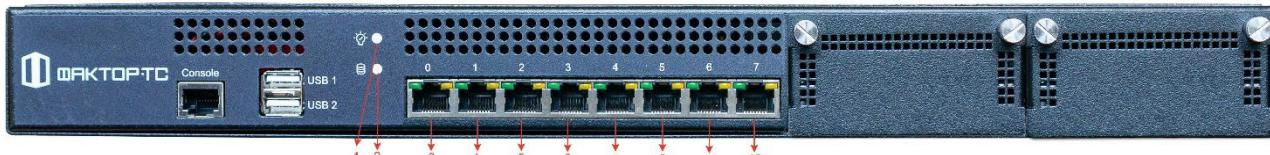

Рисунок 1 – Внешний вид изделия спереди.
1.3.1 Световая индикация аппаратной платформы НКБГ.465614.752-01 (см. рисунок 1) предназначена для осуществления контроля его работоспособности при различных режимах работы.